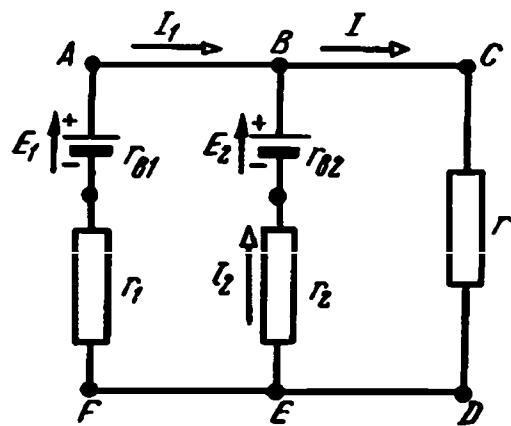

Рис. 1.37. Схема к заданию 3
*Задание 3:* Определить токи  $I$ ,  $I_1$ ,  $I_2$  в цепи (рис. 1.37), если  $E_1 = 120 \text{ В}$ ,  $E_2 = 119 \text{ В}$ ,  $r_{b1} = 0,6 \text{ Ом}$ ,  $r_{b2} = 0,3 \text{ Ом}$ ,  $r_1 = 4,4 \text{ Ом}$ ,  $r_2 = 2,7 \text{ Ом}$ ,  $r = 22 \text{ Ом}$ .